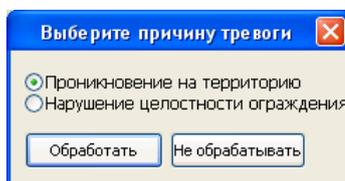

Рис. 3.2-3. Выбор причины тревоги
3. В результате выполнения операции появится окно **Выберите причину тревоги** (Рис. 3.2-3).
4. Установить переключатель в положение, соответствующее причине тревожного события (см. Рис. 3.2-3).
5. Для принятия тревожного события нажать кнопку **Обработать** (см. Рис. 3.2-3).
*Примечание. Для отмены действия следует нажать кнопку **Не обрабатывать** (см. Рис. 3.2-3).*